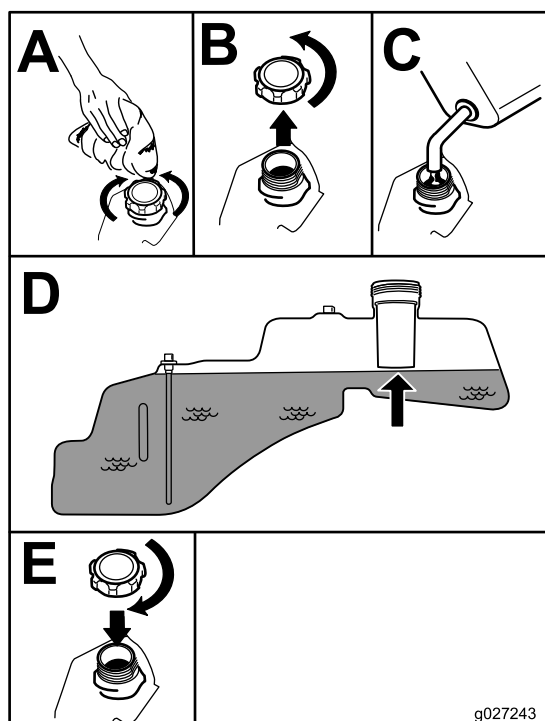

Figura 8
**Nota:** Puede utilizar la mirilla de combustible para verificar la presencia de gasolina antes de llenar el depósito (Figura 8).